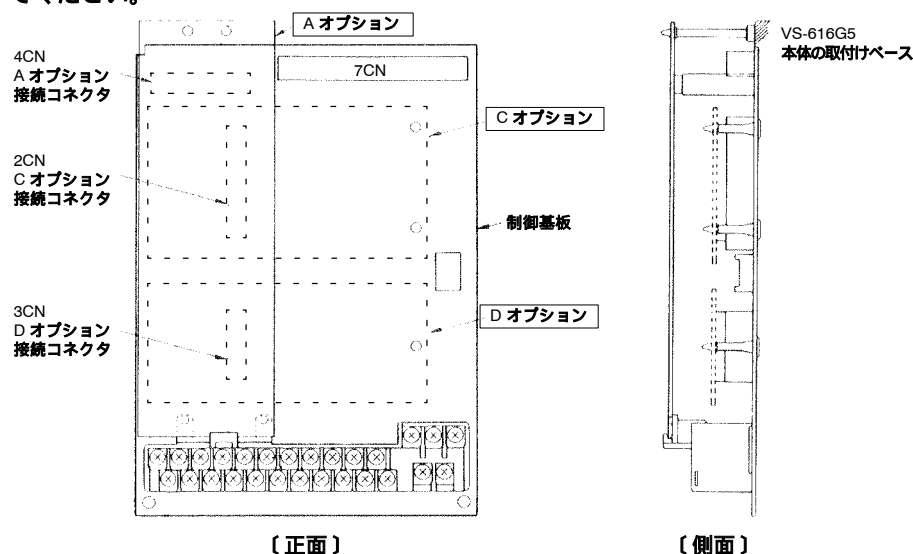

図7.32 オプションカードの取り付け位置
- オプションカードの取り付け場所（A、C、D）を確認してください（図7.32参照）。